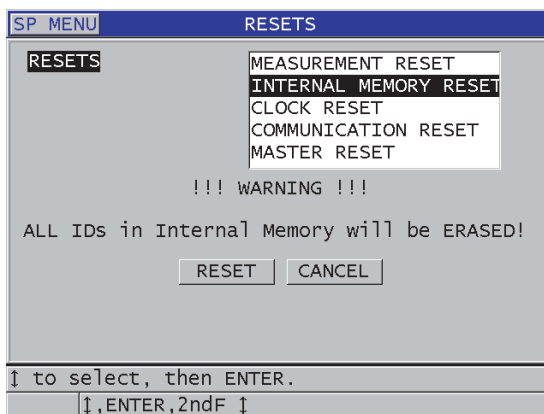

図 11-22 測定をリセットするときの警告メッセージ
3. リセット画面で、以下の操作を行います (204 ページの図 11-22 参照)。